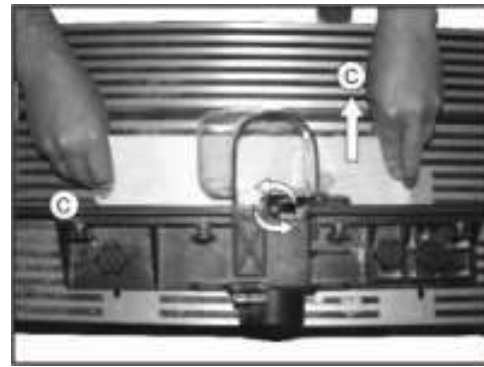

Рис.8
15.2. Для отвода заготовки ее следует перемещать в направлении (С), Рис.8. Из соображений безопасности опорный торец должен располагаться справа.